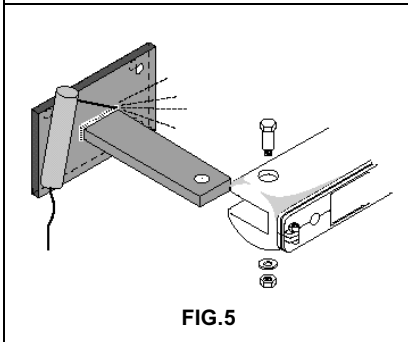

FIG.5
- Bevestig de piston op de staartbeugel (11) , zie fig. 5